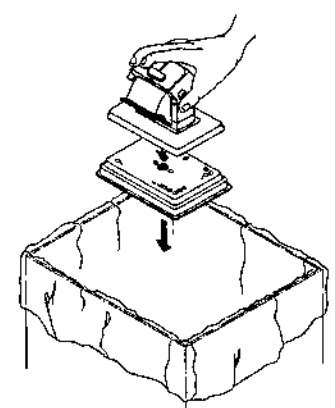

Figura 8
Paso 9: Deshágase de la tapa de transferencia utilizada colocando el sistema RENOK, con la tapa de transferencia conectada, sobre un contenedor de desechos biológicos. Presione las palancas con el pulgar y los otros dedos para soltar la tapa de transferencia del sistema RENOK. Vea la Figura 8. La base del inoculador también puede desecharse en este momento. De manera alternativa, la tapa de transferencia puede liberarse en la base del inoculador y ambos pueden desecharse simultáneamente.